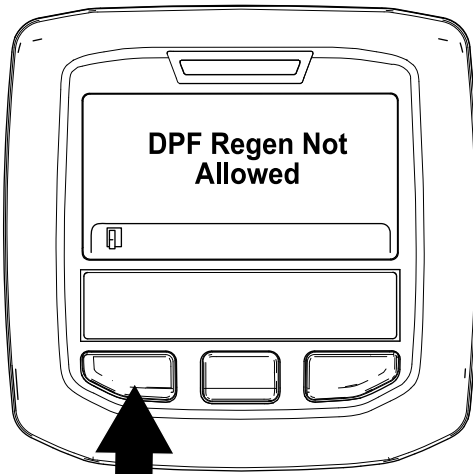

Figure 40
- Si le processus de régénération n'est pas autorisé par le calculateur moteur, le message "DPF Regen Not Allowed" (Régénération du FAP non autorisée) s'affiche sur l'InfoCenter (Figure 40). Appuyez sur le bouton gauche pour revenir à l'écran d'accueil.